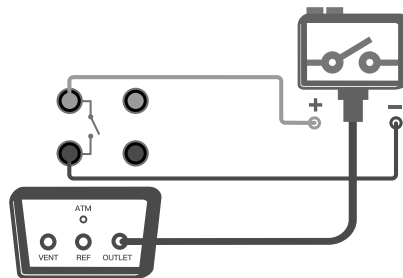

图3-20 校准压力开关
- ◆ 如图3-20所示连接气路和电路（图中为机械开关，如测试的开关类型为NPN电子开关或PNP电子开关，请参考图3-8或3-9所示连接电路）。